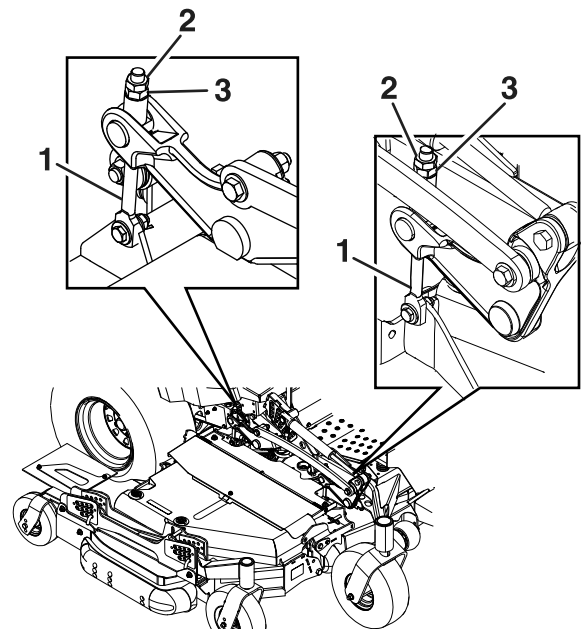

Figura 79
Aflore las contratuercas de la parte superior de cada pletina de ajuste de la carcasa. Gire la tuerca de ajuste del conjunto de elevación de la carcasa delantera para obtener la altura correcta para las puntas delanteras de las cuchillas izquierda y derecha de la carcasa central (Figura 79).
5. Si los 4 mecanismos de ajuste de la carcasa (Figura 79) no tienen holgura suficiente para lograr la altura de corte precisa con la inclinación necesaria, puede utilizarse el sistema de ajuste de un solo punto.
6. Para ajustar el sistema de un solo punto, primero afloje los pernos de montaje delantero y trasero de la placa de altura de corte (Figura 79)